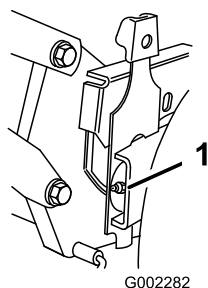

Figura 22
2. Limpie con un trapo limpio los puntos de engrase (Figura 22).
3. Conecte una pistola de engrasar al punto de engrase y bombee suavemente dos o tres veces con grasa de litio de propósito general N° 2 (Figura 22).